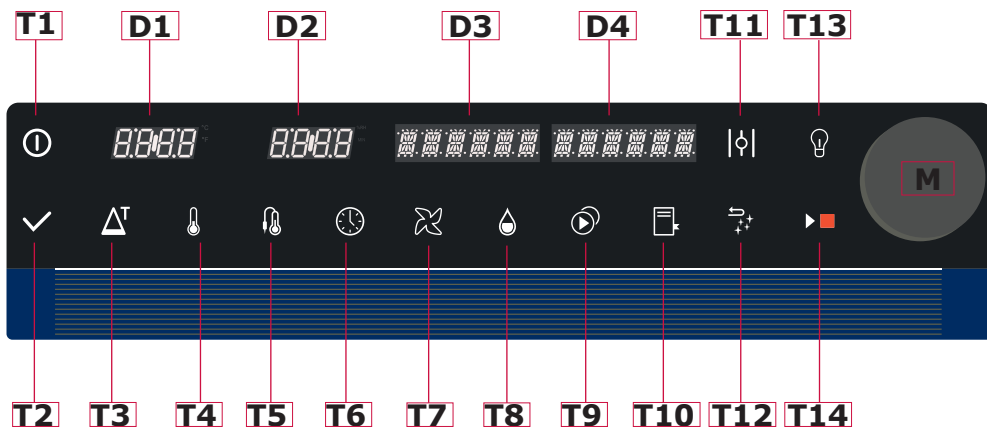

Fig. 8
Slå på ugnen med huvudströmbrytarens knapp **T1 Fig. 8** (följande sida)
Tryck in knappen **T14 (Fig.8)** "Start/Stop".
- Ljusen i tillagningsutrymmet, genom att trycka in den därför avsedda knappen **T13 (Fig.8)**, tänds och efter 45 sekunder, om de inte släckts tidigare, släcks de automatiskt genom att trycka in knappen på nytt.
Genom rotation av vredet M (Fig.8), är det möjligt att justera värdet för den önskade funktionen (t ex höja eller sänka temperaturen / tiden / fukten..). Bekräftelsen av det införda värdet sker genom intryckning av denna eller den motsvarande knappen.
Genom att trycka in knappen **T1 (Fig.8)** i 3 sekunder, är det möjligt att slå av ugnen. Vid påslagning är ugnen i läge Standby i väntan på införande av tillagningsparametrarna.